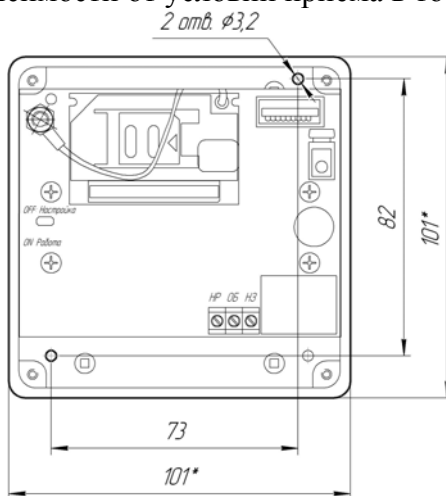

Рис.1. Габаритные и установочные размеры модуля.
5.2. Установить модуль рядом с МИНИТРОНИКом, подключив его к разъему расширения (см. руководство по эксплуатации на прибор МИНИТРОНИК). Установочные размеры приведены на рис.1.